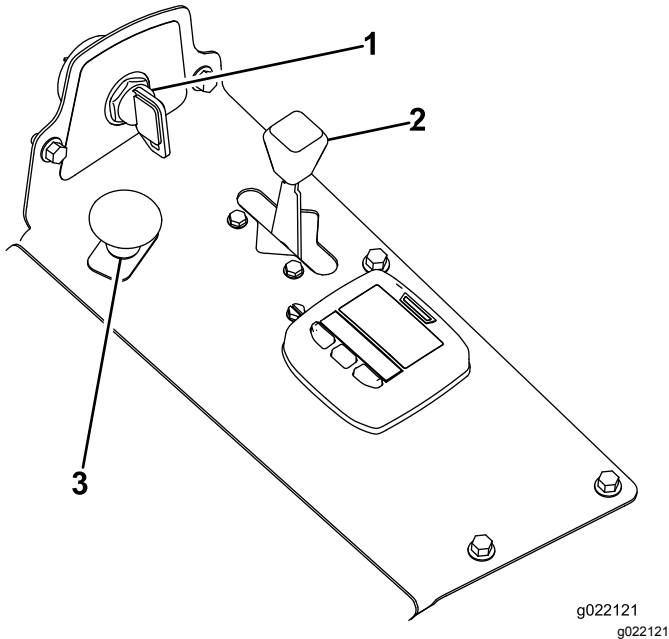

Bild 16
4. Stellen Sie den Zapfwellen-Schalter in die AUS-Stellung (Bild 16).